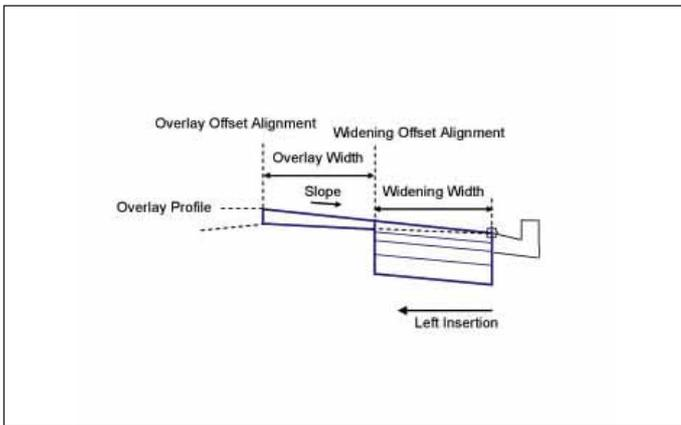

Рис. 28
- *OverlayWidenFromCurb* – узел покрывает одну сторону существующей дороги и добавляет к кромке одну или более полос движения до бордюра, обеспечивая соответствие с существующими уклонами полосы (рис. 28);